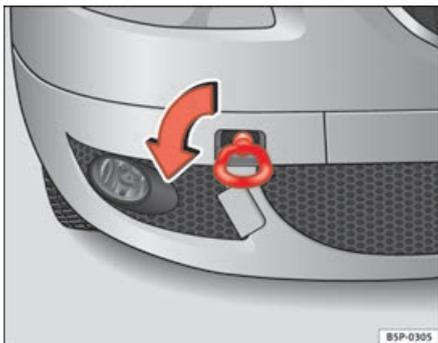

Abb. 206 Frontpartie rechts: Einschrauben der vorderen Abschleppöse
- Schrauben Sie die Abschleppöse in Pfeilrichtung *links* herum bis zum Anschlag vorne ⇒ Abb. 206 oder hinten ⇒ Abb. 207 in die Gewindebohrung ein. ■